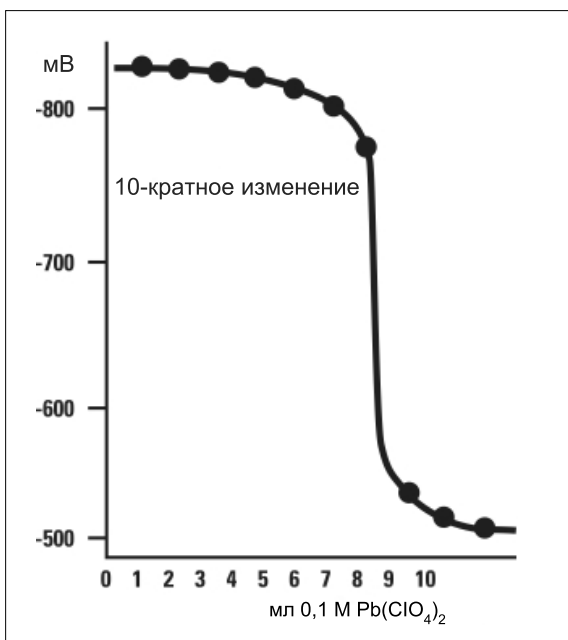

Рис. 5. Типичная кривая титрования 25 мл пробы с концентрацией сульфида 0,03 моль/л (до разбавления) раствором $Pb(ClO_4)_2$ в концентрации 0,01 моль/л.
2. Отредактируйте шаблон метода титрования «EQP», входящий в состав ПО титраторов Tx Excellence и G20 Compact, и выполните титрование до точки эквивалентности (EQP). Точка эквивалентности — это точка, соответствующая максимальному наклону кривой титрования (точка перегиба). См. рис. 5.